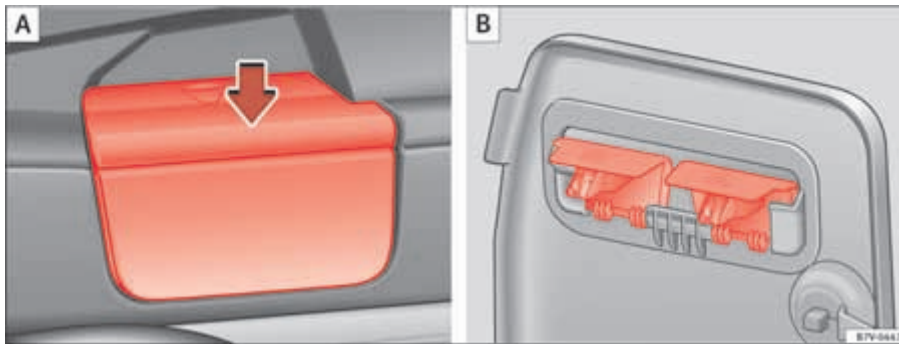

Abb. 92 Abdeckung der Aufnahme der Gepäckraumabdeckung abnehmen (A) und sicher verstauen (B).
- Abdeckungen der Aufnahmen in den Seitenverkleidungen ⇒ Abb. 92 **A** abnehmen. Dazu von oben auf die Abdeckung drücken (Pfeil) und Abdeckung abziehen.
- Ablagefach in der Seitenverkleidung hinten links im Gepäckraum öffnen ⇒ Seite 150 und Abdeckungen an der Rückseite des Ablagefachdeckels einhängen ⇒ Abb. 92 **B**.